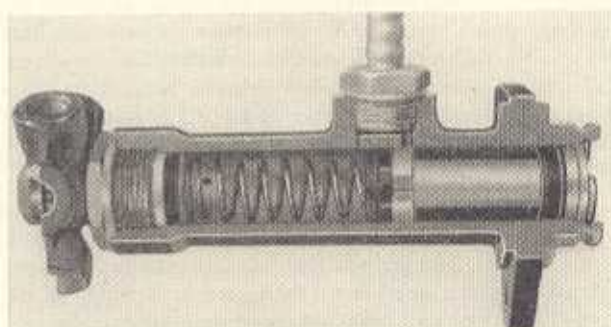

Bild F 88. Schnitt des Hauptbremszylinders
3. Kappenventil auf Dichtheit überprüfen und Ausgleichbohrung (1 mm Dmr.) im Zylinder vor dem Kolben säubern. Die Ventilkappe (Gummi) im Kappenventil muß an der gelochten Wandung des Ventilgehäuses glatt anliegen und darf keine Falten haben (Bild F 88).